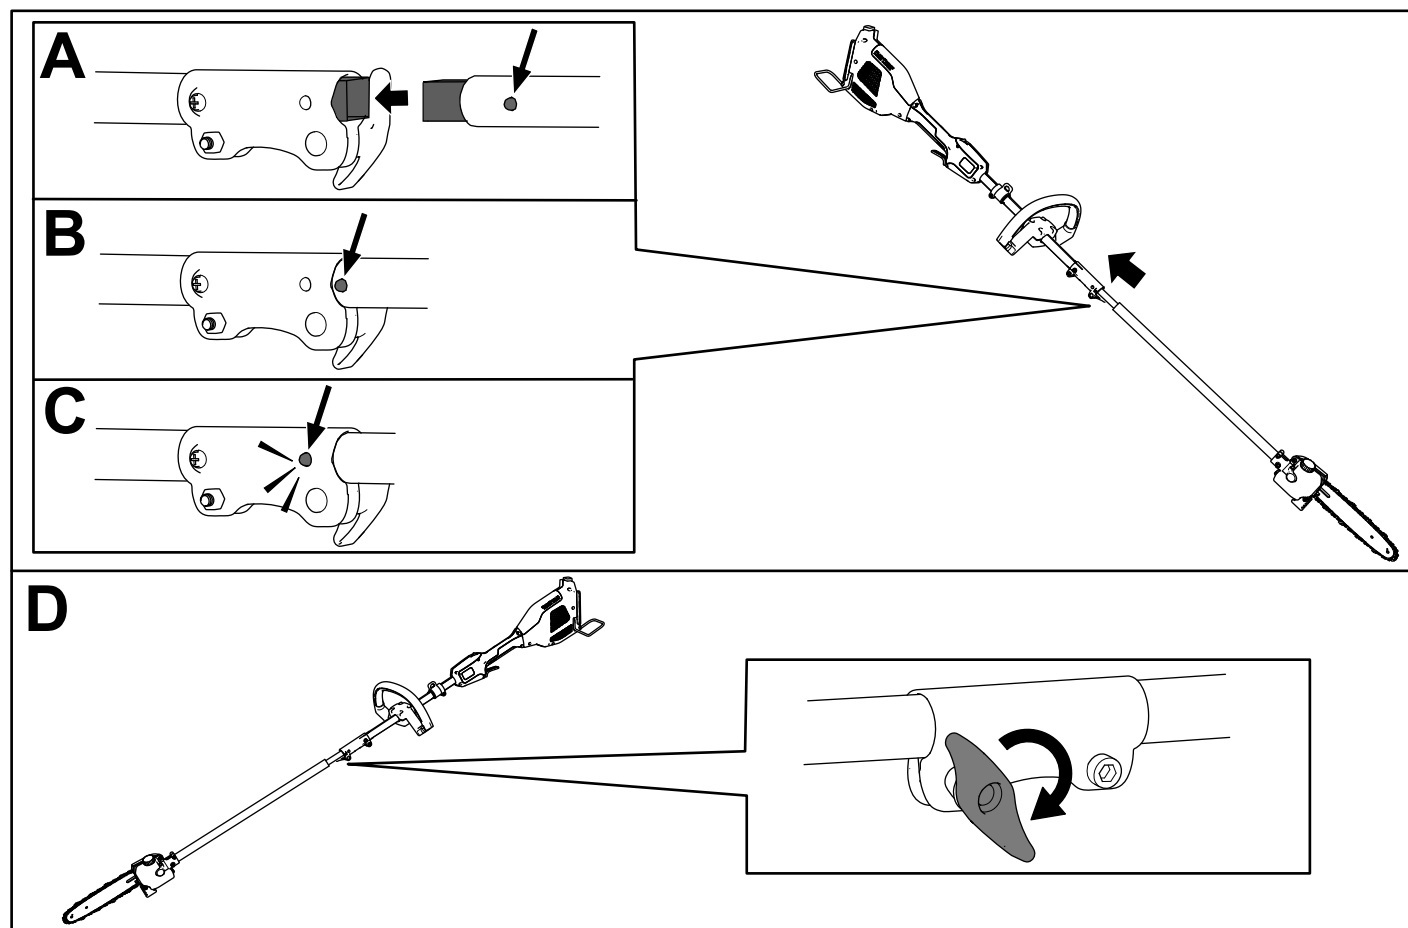

Figura 4
- Instale el tubo cuadrado del accesorio en el tubo cuadrado de la unidad de potencia (Figura 4, A).
- Alinee el botón de bloqueo de la barra inferior con el orificio ranurado de la barra superior, y junte las dos barras (Figura 4, B y C).
**Nota:** El botón de bloqueo encaja en el orificio ranurado al juntarse las barras (Figura 4, C).
- Usando la maneta, apriete el tornillo del conector de la barra hasta que quede firme (Figura 4, D).
2. Afloje la maneta del conector de la barra (Figura 4).
3. Presione el botón de bloqueo hacia abajo y separe las dos barras (Figura 4).